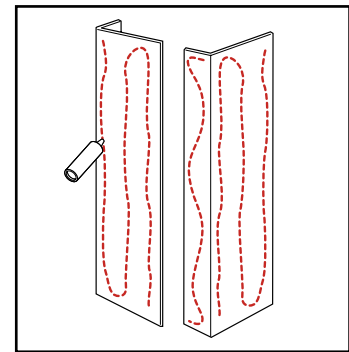

Fig. 5
- Apply adhesive to corner panels (B) as shown in **Fig. 5.** Press panels firmly into place. See **ADHESIVE INSTRUCTIONS.**
- Appliquer une bande continue de 1/4 po d'adhésif au dos des panneaux de coin (B), tel qu'illustré sur la **Fig. 5** et installer les panneaux. Suivre la procédure de **FIXATION DES PANNEAUX.**
- Aplicar una banda continua de 1/4" de adhesivo por el costado posterior del panel de esquina (B), tal como sale en la **Fig. 5** e instalar los paneles. Siga el procedimiento de **FIJACIÓN DE LOS PANELES.**